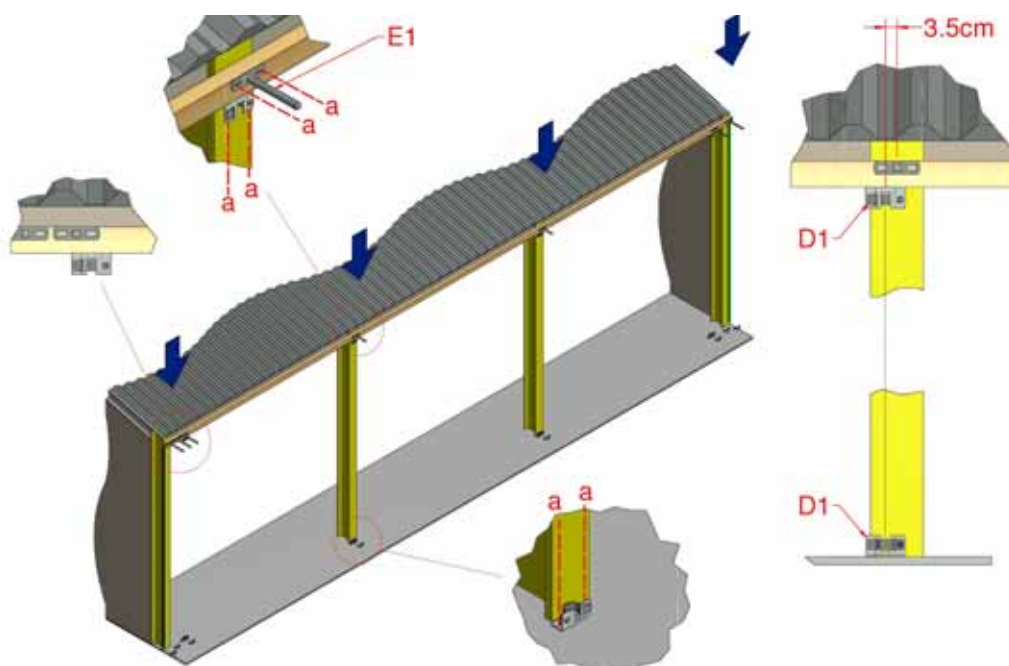
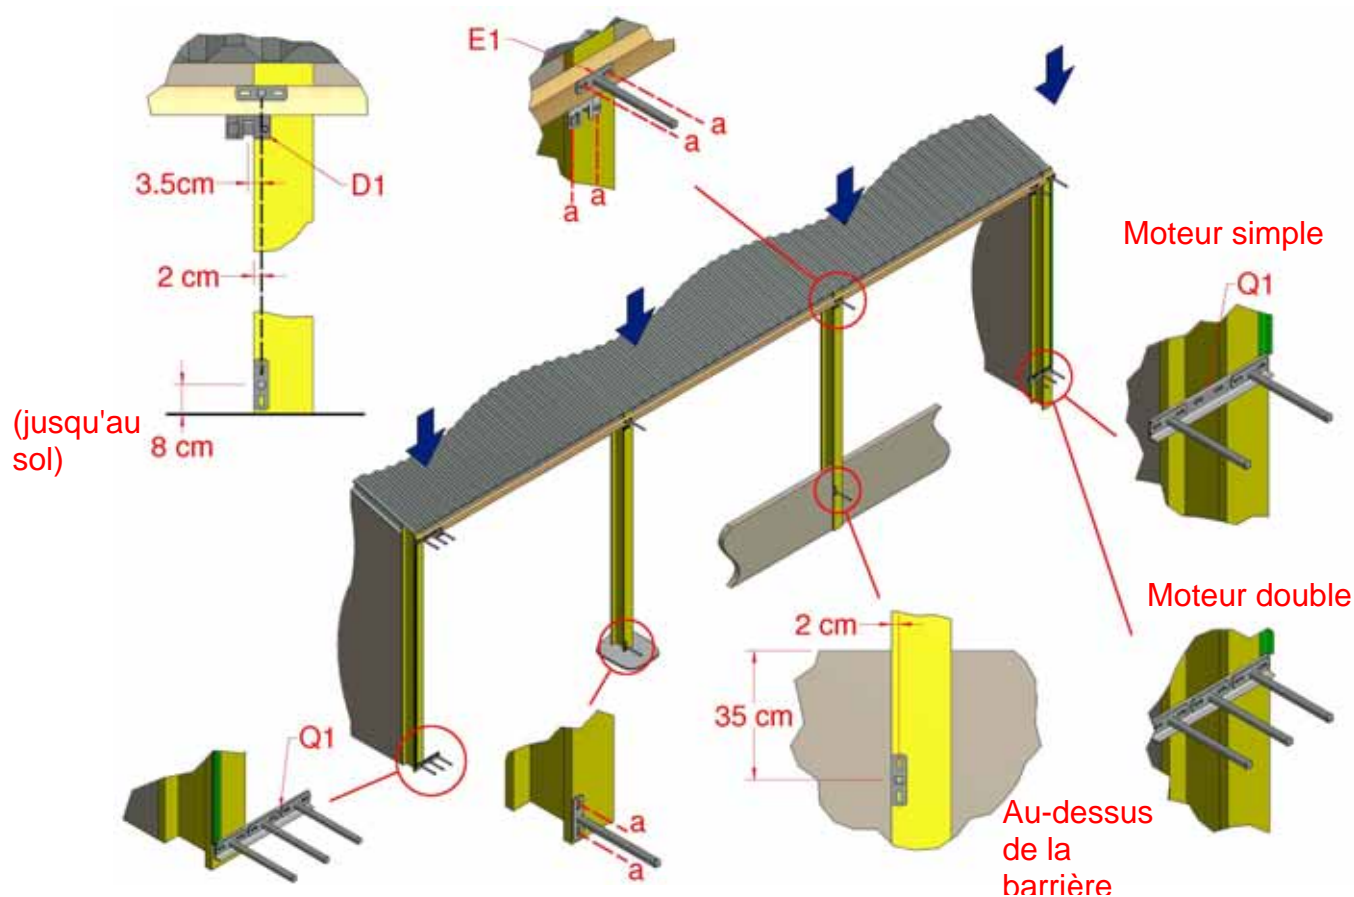

Figure 5a : pose du support du tube de commande intermédiaire (Face-Extrémité)
Figure 5b : pose du support du tube de commande intermédiaire (Face-Face)
- 2.3 Monter les supports de surface supérieurs (E1) à chaque montant de travée intermédiaire, comme illustré à la Figure 5a. Ces supports doivent être alignés horizontalement avec les supports de surface aux extrémités de l'installation.
2.4 À chaque montant de travée intermédiaire, poser les supports d'extrémité supérieurs (D1) sur le dessous de la poutre de bois, pour faire en sorte que les supports soient décalés de 3,5 cm par rapport au milieu du support de surface supérieur, comme illustré à la Figure 5a pour la configuration Face-Extrémité et à la Figure 5b pour la configuration Face-Face.
- Pour une installation Face-Extrémité, pré-percer les trous internes inférieurs du support d'extrémité (D1) dans le sol pour faire en sorte qu'ils soient alignés verticalement aux supports d'extrémité supérieurs. Les supports ne doivent pas être fixés tant que les tubes de commande intermédiaires ne sont pas montés, Figure 5a.
surface supérieur et dans le sens illustré à la Figure 5b, en notant le décalage au-dessus du sol ou en-dessous de la barrière, en fonction de l'option commandée. Poser le support de couvercle inférieur Face-Face (Q1) et les supports de surface (E1) au montant du bâtiment, à une hauteur correspondante aux supports de surface inférieurs sur les tubes de commande intermédiaires et aligné verticalement aux supports de surface supérieurs.